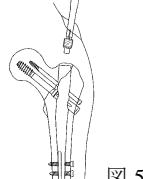

図 5
- 5) ラグスクリューの回旋止め及び軟部組織の侵入を防ぐため、ネイルにエンドキャップを挿入し固定します。（図 5）